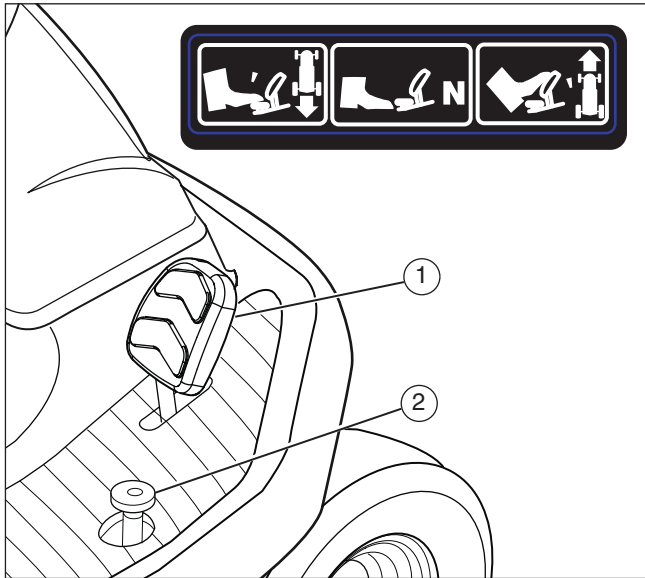

Figure 14
4. Appuyer lentement sur la pédale de commande de vitesse en marche avant (1) pour activer la vitesse de déplacement en marche avant (voir la Figure 14).
2. Retirer le pied de la pédale de commande de vitesse en marche avant (1) (voir la Figure 14).
3. Appuyer lentement sur la pédale de commande de vitesse en marche arrière (2) pour activer la vitesse de déplacement en marche arrière.
1. Retirer lentement le pied de la pédale de commande de vitesse en marche avant (1) ou la pédale de commande de vitesse en marche arrière (2) (voir la **Figure 14**). La pédale de commande de vitesse en marche avant ou marche arrière reviendra automatiquement en position POINT MORT.
3. Relâcher la pédale de commande de vitesse en position POINT MORT (voir la **Figure 14**).
4. Pour aller plus vite, déplacer la pédale de commande de vitesse à une vitesse plus rapide (voir la **Figure 14**).
5. Déplacer la pédale de commande de vitesse aux réglages de vitesse désirés (voir la **Figure 14**).